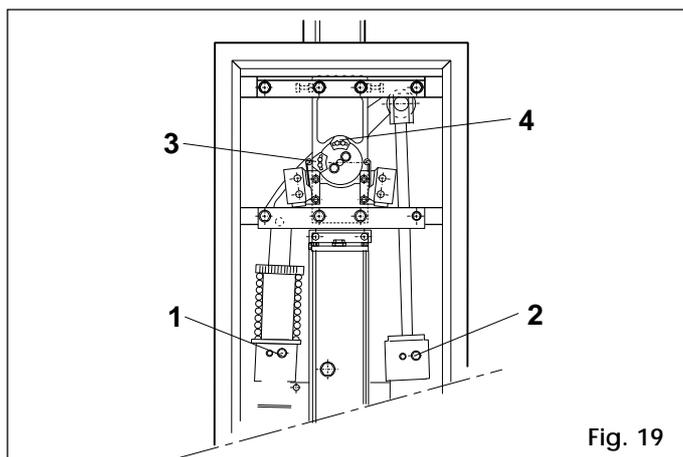

Fig. 19
Solo se occorre fare piccoli aggiustamenti agire sulle viti di regolazione rif. 1 e rif. 2 di fig. 19.
2) La regolazione ottimale delle camme dei finecorsa rif. 3 e 4 fig. 19, si ha quando il microinterruttore interessato interviene in contemporanea al raggiungimento del finecorsa meccanico.